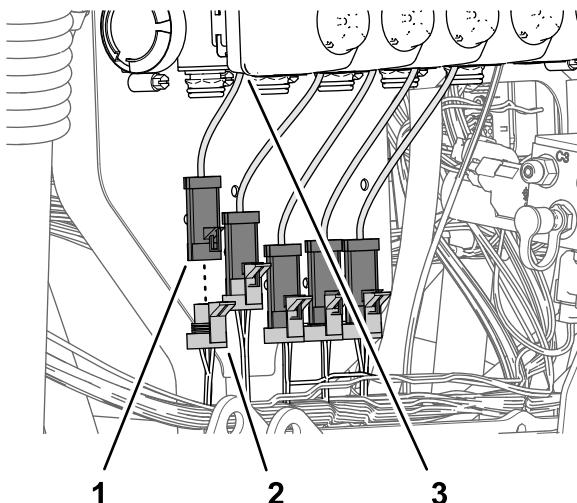

Bild 115
2. Stecken Sie den 3-Buchsen-Stecker (Bild 115) des 89-cm-Kitkabelbaumzweigs, der mit NOZZLE VALVE 1 beschriftet ist, in den 3-Stift-Stecker des ganz linken Ventilaktuators (Stellung 1).
3. Stecken Sie den 3-Buchsen-Stecker (Bild 115) des 89-cm-Kitkabelbaumzweigs, der mit NOZZLE VALVE 2 beschriftet ist, in den 3-Stift-Stecker des Ventilaktuators (Stellung 2).
4. Stecken Sie die restlichen 3-Buchsen-Stecker des 89-cm-Kabelbaumzweigs in den 3-Stift-Stecker der Ventilaktuatoren (Bild 115).